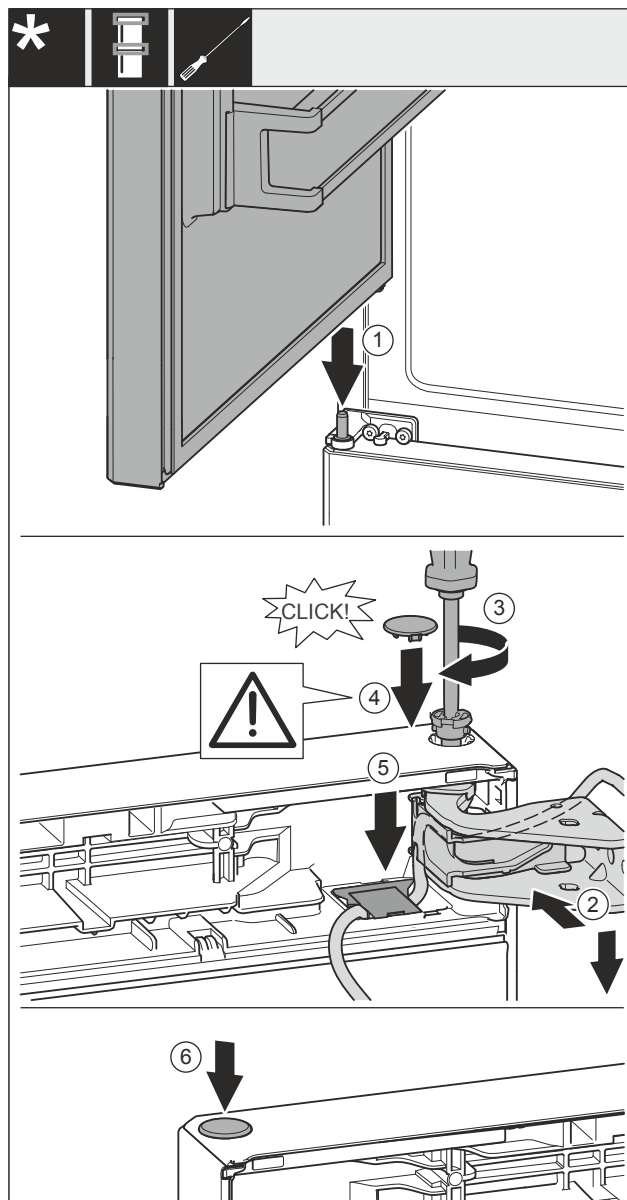

Fig. 36
- Horní dveře usad'te na prostředním ložiskovém čepu Fig. 36 (1).
- Dveře nahoře vyrovnejte s otvorem ve stojanu ložiska Fig. 36 (2).
- Vložte čep Fig. 36 (3) a pevně jej utáhněte šroubovákem.
- Nasad'te kryt Fig. 36 (4).
- Zkontrolujte, zda kryt Fig. 36 (4) doléhá na dveře.
- Vložte kryt Fig. 36 (5) a zatlačte jej směrem dolů, dokud nezacvakne.
- Nasad'te kryt Fig. 36 (6).